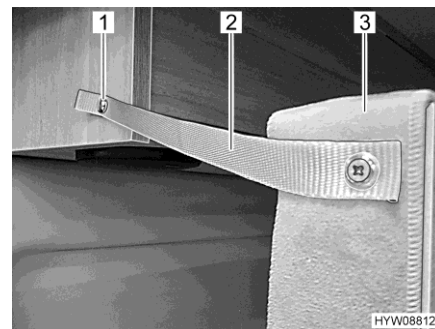

Fig. 56 Retención trasera
- Fijar la cama (Fig. 56,3) en el armario suspendido con la cinta de seguridad (Fig. 56,2) y el botón de presión (Fig. 56,1).
- Soltar el botón de presión (Fig. 56,1) en el armario suspendido.